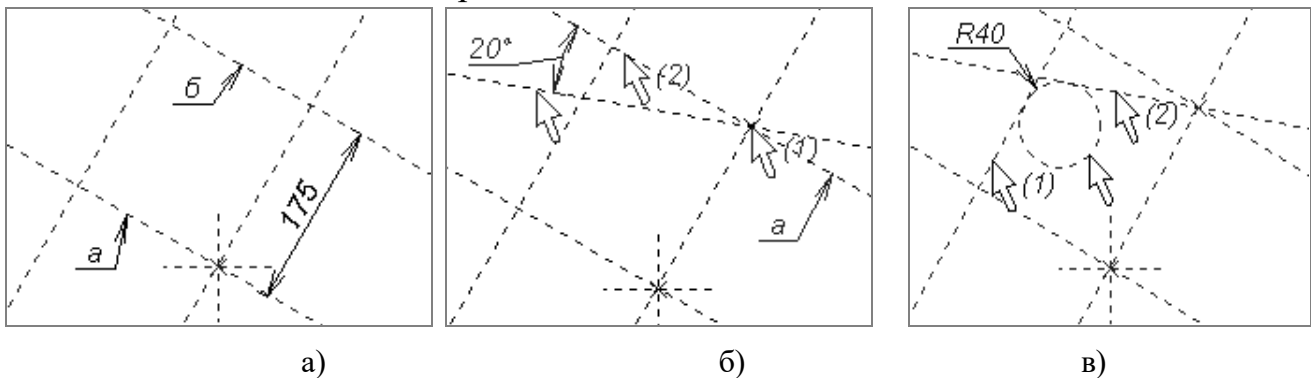

Рисунок 9 – Порядок создания параллельной и наклонной прямых, а также касающейся их окружности
2.2.4 Постройте прямую «б» (рисунок 9а), параллельно отстоящую от прямой «а» на 175 мм. (Построения аналогичны рассмотренным в пункте 2.2.2).
2.2.5 Постройте прямую, проходящую под углом 20° к прямой «а» (рисунок 9б). (Построения аналогичны рассмотренным в пункте 2.2.1).
2.2.6 Постройте окружность, касающуюся двух прямых. Порядок построения: вызвать команду «», указать курсором на прямую (1) (рисунок 9в), затем на прямую (2). Далее в окне свойств элемента построения задать числовое значение радиуса 40 мм и нажать левую клавишу мыши или кнопку «Enter» на клавиатуре.